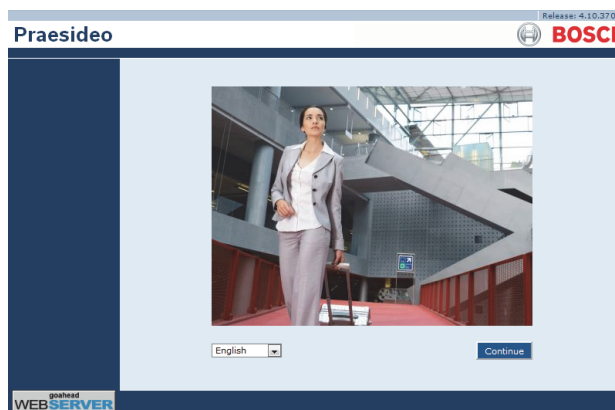

figura 37.6: Página inicial da interface da Web Praesideo
- 2 Introduza o endereço IP do controlador de rede na barra de endereços. Não use zeros à esquerda no endereço IP. Por exemplo, se o endereço IP apresentado no controlador de rede for 192.168.000.015, introduza 192.168.0.15 na barra de endereços. Aparece um ecrã semelhante ao da figura 37.6.